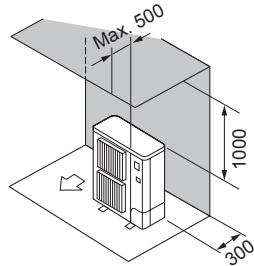

Fig. 2-7
- ② Csak hátul és fent vannak akadályok (Fig. 2-7)